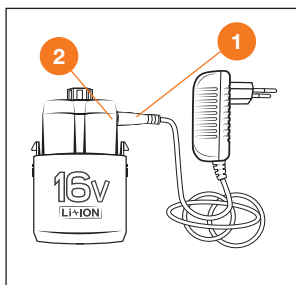
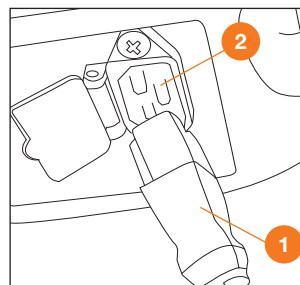

Рис. 12
Рис. 13
2. Для зарядки **DSA 6Li / DSA 9Li / DSA 12Li SET** вставьте штекер ❶ зарядного устройства в разъем аккумуляторной батареи ❷ (Рис. 12). Для зарядки **FA 16Li / FA 20Li** вставьте шнур сетевого адаптера ❶ в разъем для зарядного устройства ❷ в корпусе опрыскивателя (Рис. 13). Индикатор на зарядном устройстве загорится красным светом, и начнется процесс зарядки. Для полной зарядки аккумулятора может потребоваться до 8 часов.